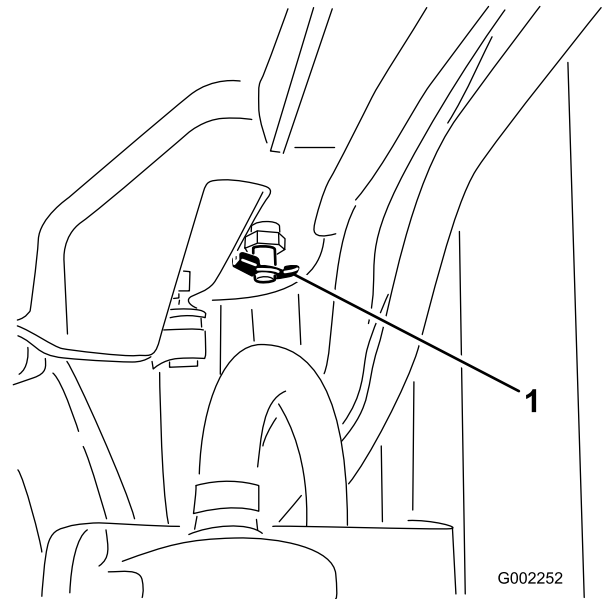

Figura 101
4. Abra la válvula de vaciado y deje que el refrigerante se drene en el recipiente (Figura 101).
5. Cierre la válvula de vaciado (Figura 101).